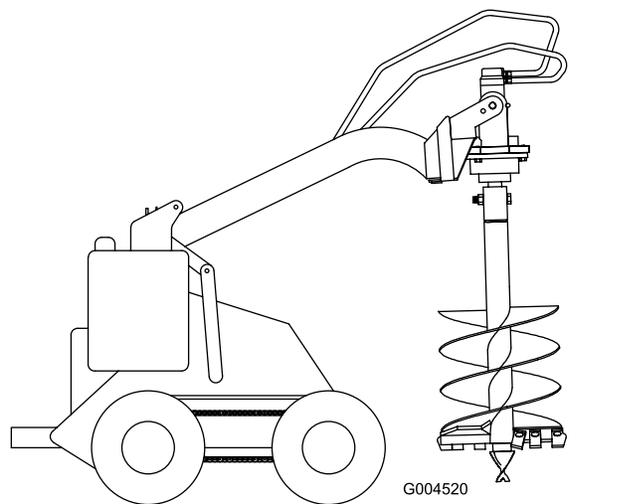

Figure 9
13. Élevez la tarière au-dessus du sol (Figure 9).
d'entraînement touche la plaque, ce qui stabilise la tarière et l'empêche d'osciller (Figure 9).
1. Levez la tarière au-dessus du sol à la verticale (Figure 9).